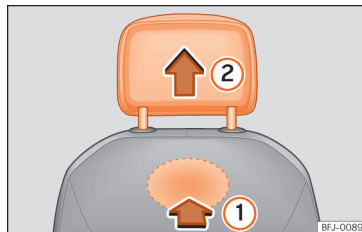

Рис. 97 Знімання переднього підголівника.
- Щоб розблокувати підголівник, знайдіть на спинці сидіння заглиблення й натисніть на нього в напрямку стрілки >>> **рис. 97 ①**.
- Витягніть підголівник у напрямку стрілки ②.